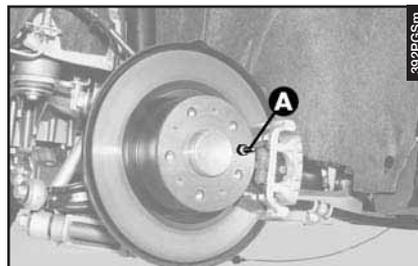
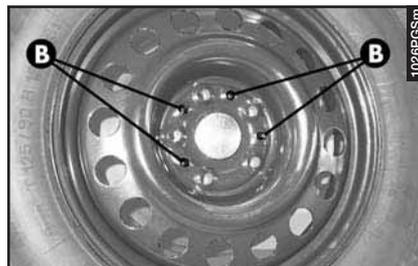

fig. 10
fig. 11
– Montare la ruota di scorta facendo coincidere il perno (**A-fig. 10**) del mozzo con uno dei fori (**B-fig. 11**) della ruota.
– Montare la ruota facendo coincidere il perno (**A-fig. 10**) del mozzo con uno dei fori (**B-fig. 11**) della ruota.